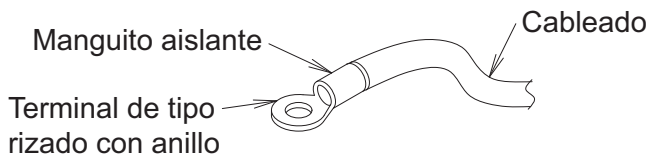

Fig. 37
- Para la conexión al bloque de terminales del cableado de transmisión interior-exterio, utilice terminales engastados tipo anillo con manguito de aislamiento o aisle los cables. **(Consulte la Fig. 37)**